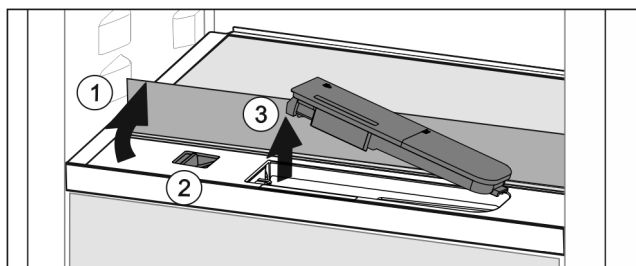

Fig. 114
- ▶ Skleněnou desku nadzvedněte a zaklapněte dozadu až na doraz Fig. 114 (1).
- ▶ Posuvník Fig. 114 (2) posuňte doleva.
- ▶ Vyjměte nádržku na vodu Fig. 114 (3).